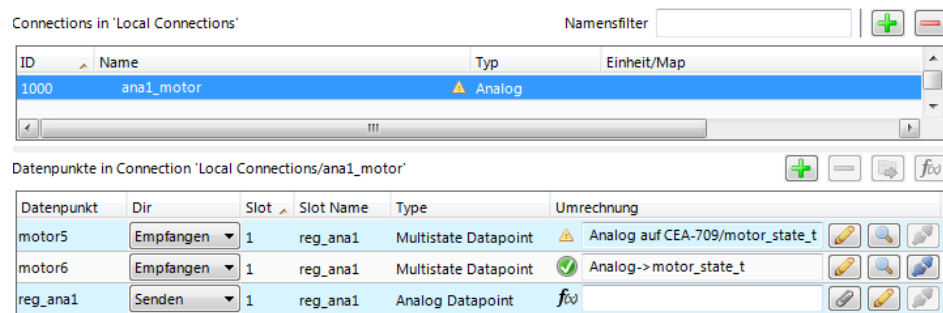

Abbildung 15: Connection-Bereich mit einer Connection und Datenpunkten.
3. Nun besitzt der Karteireiter die neue Connection und darunter eine Liste mit den Datenpunkten in dieser Connection, siehe Abbildung 15.